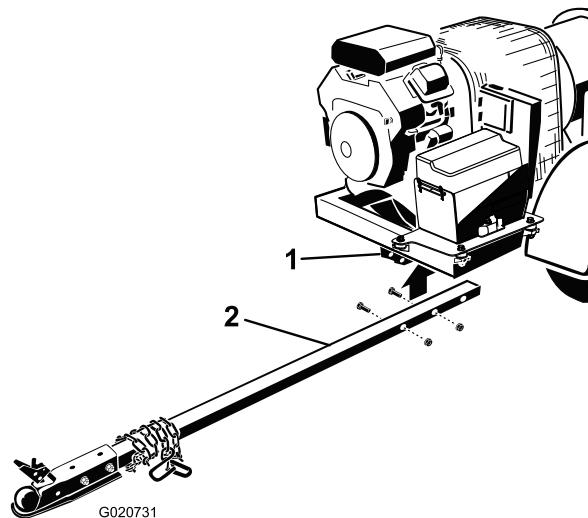

Рисунок 5
2. Вставьте трубу сцепного устройства в кронштейны рамы (Рисунок 5). Прикрепите трубу к раме с помощью двух болтов (3/8 x 3 дюйма) и фланцевых гаек (3/8 дюйма)